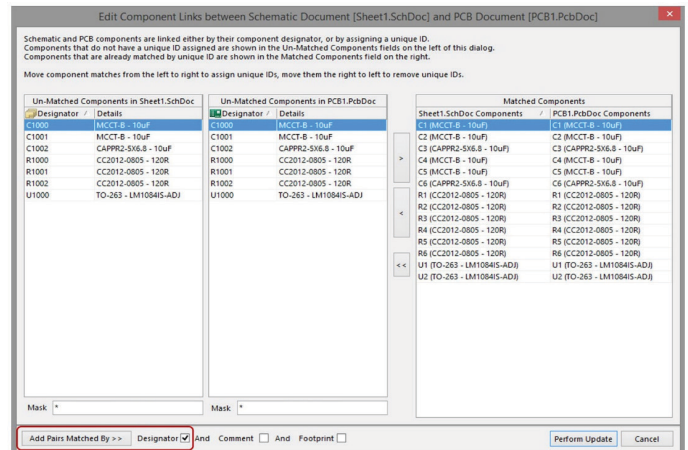

Figure 3 : association des fragments de conception.
- Bouton « **Add Pairs Matched By >>** » dans le coin inférieur gauche de la Figure 3.